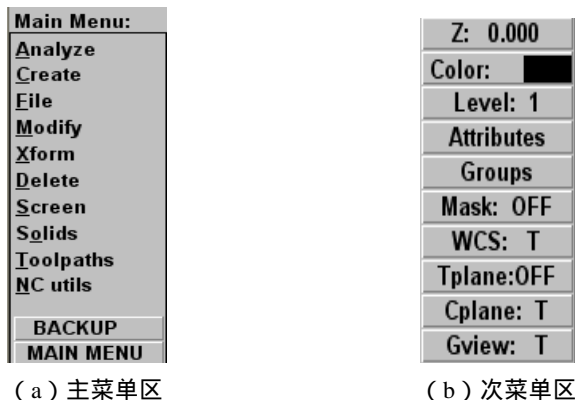

图 1-3 主菜单区及次菜单区
- 主菜单区：MasterCAM 系统所有的功能都可通过主菜单区里的各项指令来实现的，如图 1-3 (a) 所示。单击主菜单区中的任一选项，随后打开的子菜单即为被单击菜单的下级菜单。若要返回上一级菜单，可以通过单击图 1-3 (a) 中的“**BACKUP**”按钮回到上一级菜单。需要注意的是，如果此时显示的菜单项为多级子菜单，若想返回主菜单“Main Menu”，可以通过单击“**MAIN MENU**”按钮直接返回主菜单。
- 次菜单区：主菜单区下面为次菜单区，包括有十多个按钮，如：构图深度、构图颜色、图层、图素属性、群组、限定开关、工作构图坐标系、刀具面、构图平面及构图视角等，如图 1-3 (b) 所示。这些按钮是在应用 MasterCAM 系统进行设计时常用到的功能指令，它们的使用方法和注意事项将在第 2、3 章中介绍。